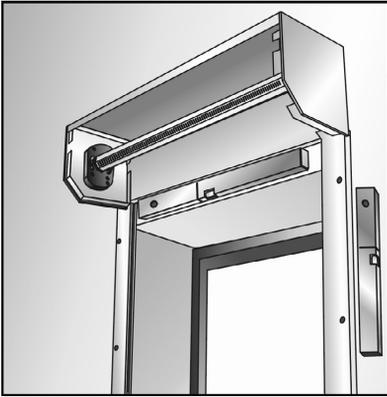

Abb.2.19
- Danach - Führungsschienen senkrecht stellen, Blendenkasten – waagrecht, die gesamte Konstruktion - symmetrisch zur Öffnung (Abb.2.19).